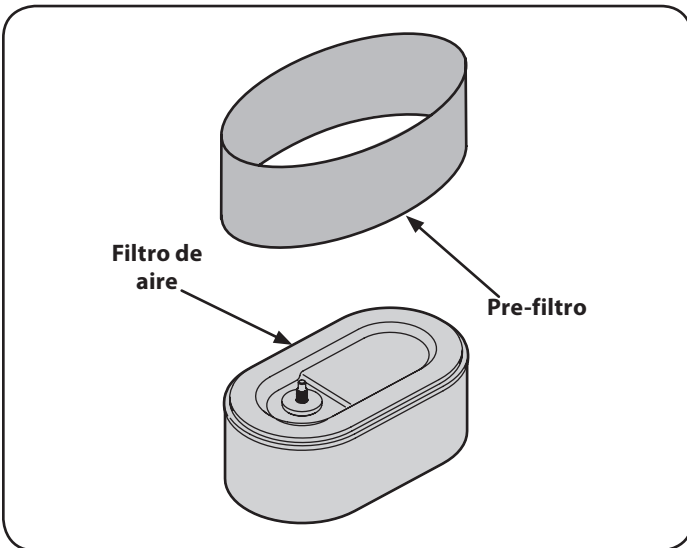

Figura 25
4. Retire el prefiltro de espuma de alrededor del filtro de aire de papel. Vea la Figura 25. Reemplace el elemento de papel si está sucio o dañado. Limpie el elemento de espuma o reemplácelo si está dañado.